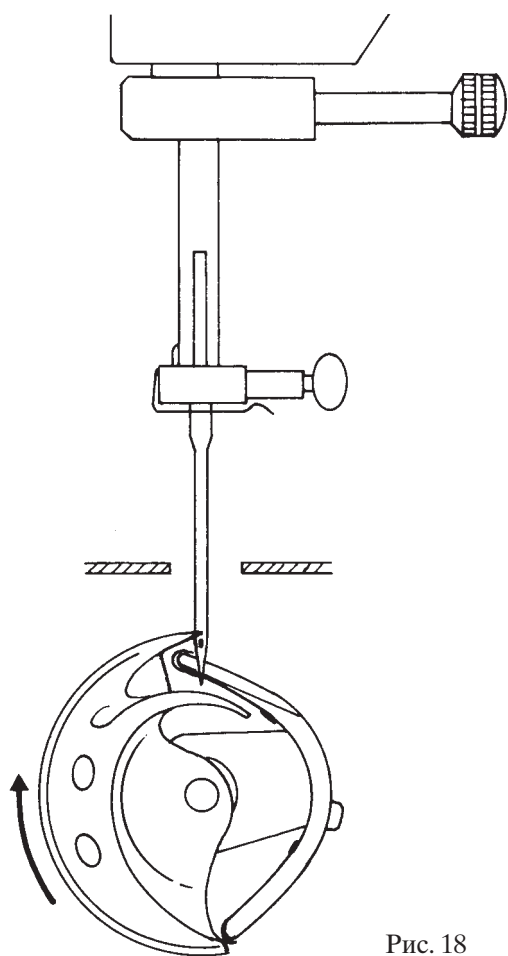

Рис. 18
В тот момент, когда при выполнении прямой строчки и средней позиции иглы, стержень игловодителя приподнимется из крайнего нижнего положения на 2,5 мм, носик челнока должен находиться за иглой точно на ее средней линии (рис. 18).
- Поверните длинный челночный вал 16 таким образом, чтобы при движении челнока вперед его носик установился за иглой, точно на ее средней линии (рис. 18).